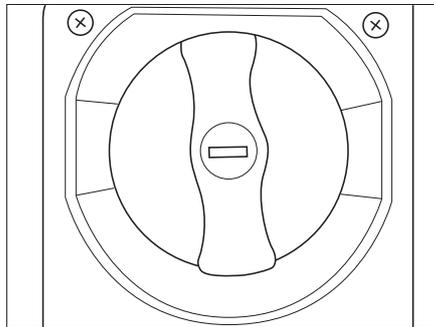

Figure 66 Ouverture de remplissage
- Remplir le réservoir d'eau fraîche à l'aide d'un tuyau de remplissage approprié ou d'un bidon en passant par l'ouverture de remplissage (Figure 66). Le réservoir d'eau fraîche est équipé d'un trop-plein. Si le réservoir est plein, l'excès d'eau s'écoule à travers celui-ci vers l'extérieur sous le véhicule.